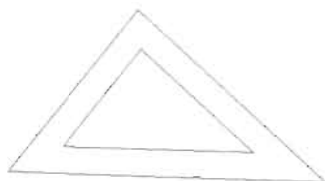

图 5-50
指定下一点或 [闭合 (C) / 放弃 (U)]: ✓ // 选择“闭合 (C)”选项会使下一段多线与起点相连, 并对所有线段之间的接头进行圆弧过渡, 然后结束该命令, 结果如图 5-50 所示